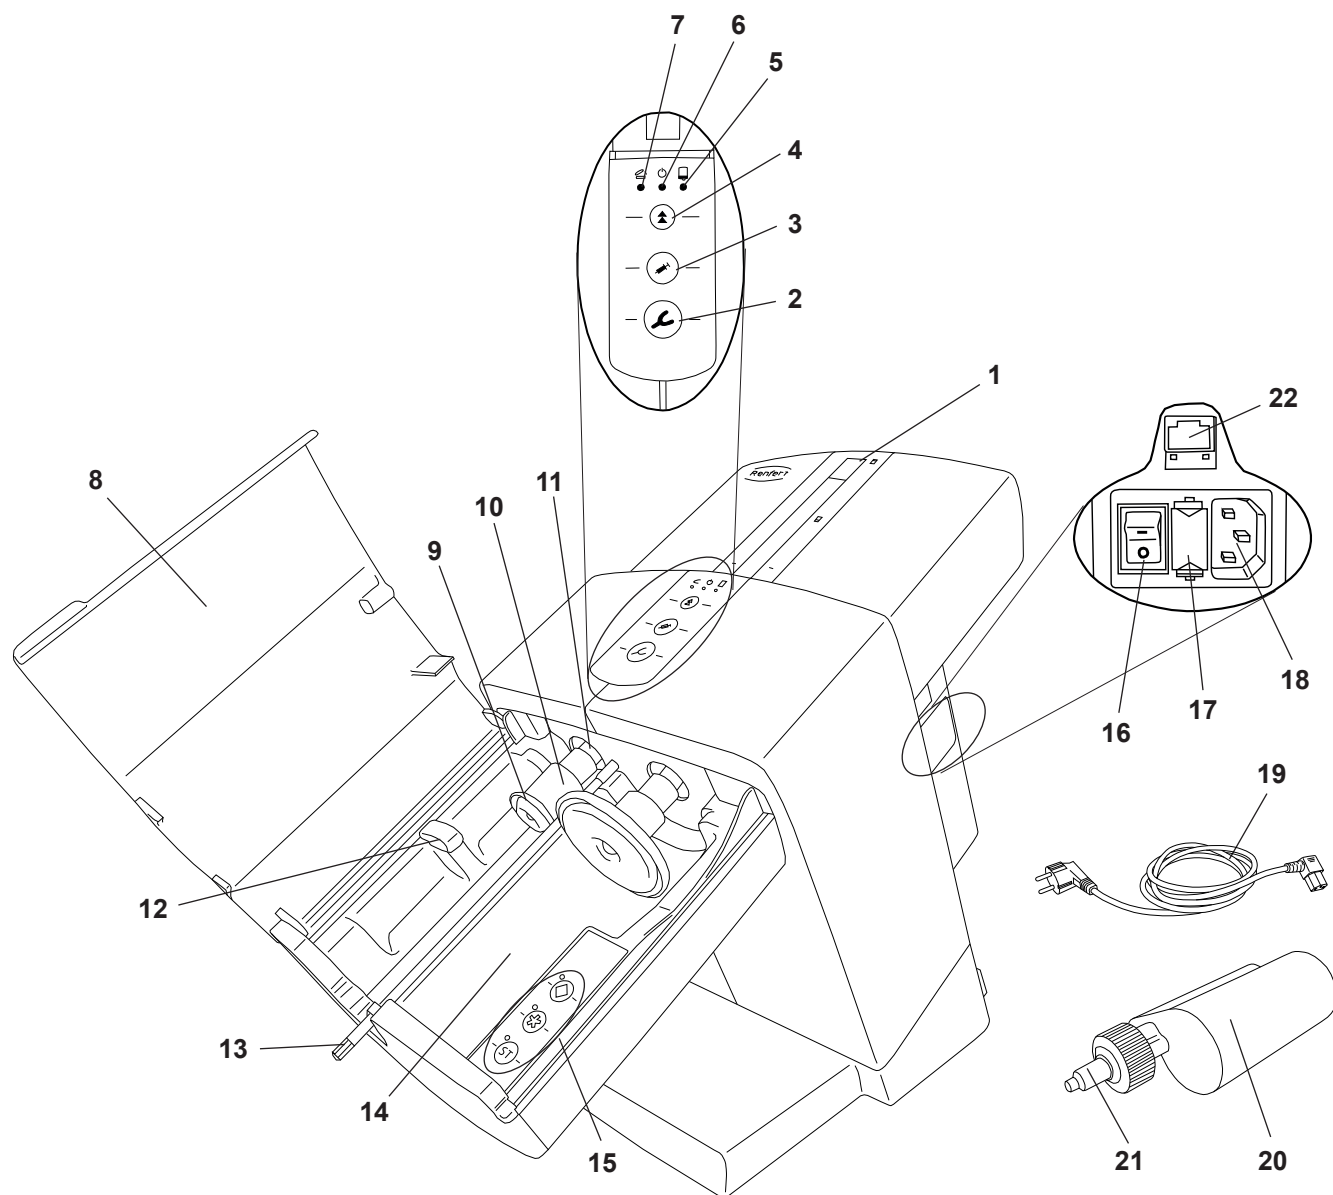

Рис. 1
- ⇒ Подключите прилагаемый кабель питания (19, Рис. 1) к главному гнезду питания (18).
- ⇒ Включите устройство с помощью главного выключателя (16).
- ⇒ Закройте крышку (8, Рис. 1) устройства.
- ⇒ Нажмите кнопку возврата (4).
- ◆ Зажимные диски (9, Рис. 1) возвращаются в исходное положение и останавливаются там.
- ⇒ Снимите транспортировочные крепежи (23).
Укладку и смену картриджа можно осуществлять, только если два зажимных диска (9, Рис. 1) находятся в исходном положении.
⇒ Закройте крышку блока (8, Рис. 1).
⇒ Откройте крышку блока (8, Рис. 1).
⇒ Закройте крышку устройства (8, Рис. 1).
Крышку устройства можно закрыть только при правильно вложенном картридже. Если крышка устройства не закрыта надлежащим образом, светится красный светодиод „Крышка устройства открыта“ (7, Рис. 1).
◆ Смесительный шестигранник (13, Рис. 1) начинает вращаться и автоматически входит в смесительное сопло (21, Рис. 1) и потом снова останавливается.